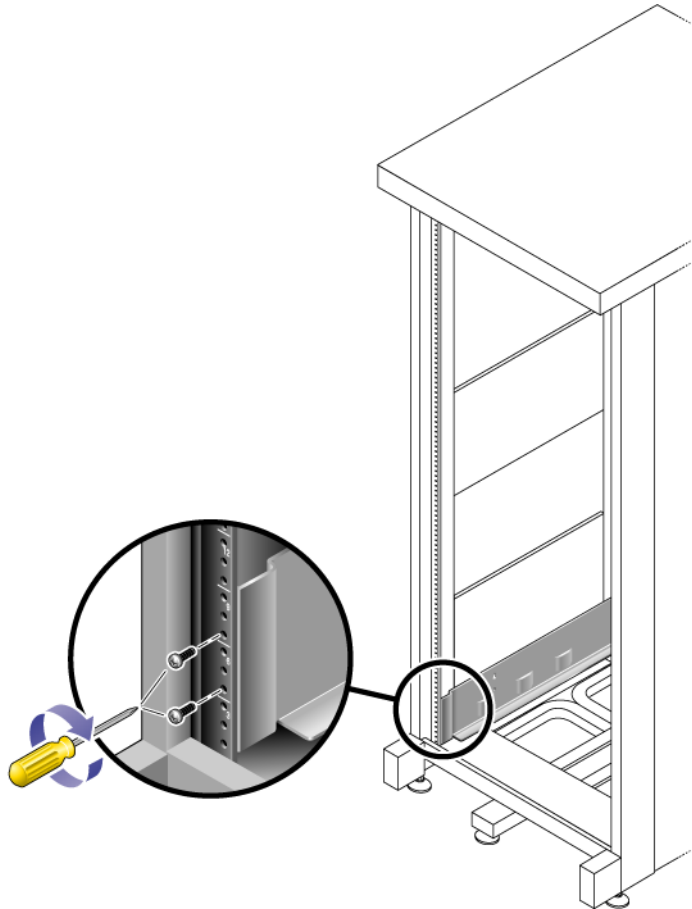

FIGURA 2-3 Fijación de la guía izquierda al montante delantero del armario
- 2. Utilice el destornillador Phillips del 2 para introducir y apretar dos tornillos de 8-32 en sendos taladros a fin de fijar la guía izquierda al frontal del armario (FIGURA 2-3).**